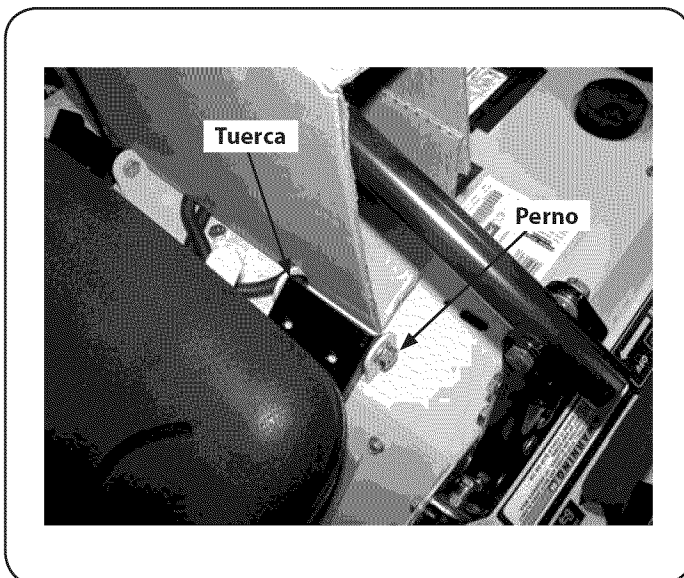

Figura 2
9. Quite los dos pernos de reborde y las tuercas de sujeci on del contenedor del asiento tal como se muestra en la Figura 2.